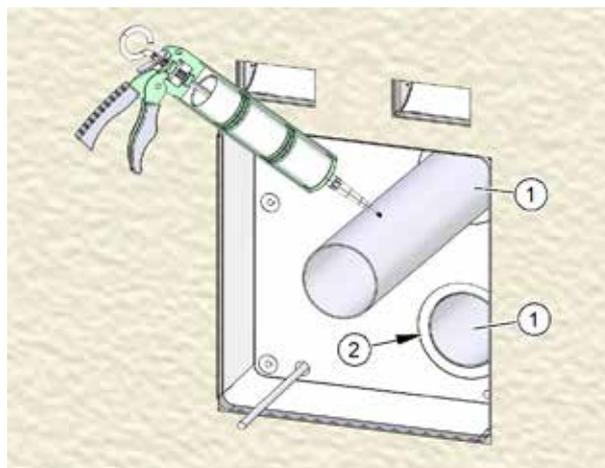

Fig. 30: Inserimento e fissaggio dei tubi dell'aria
- ▶ Applicare sigillante elastico durevole alla guaina esterna dei tubi dell'aria (pos. 1 nella Fig. 30).
- ▶ Con movimenti rotatori, spingere i due tubi dell'aria nelle aperture della cassetta a muro finché sono a livello (pos 2 nella Fig. 30).